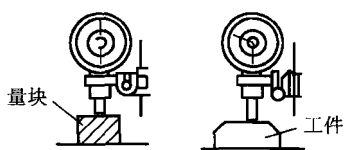

图 1-28 比较法测量工件尺寸
- 2) 将百分表测头置于样品上,转动百分表外圈,使长针与刻度零线重合,如图1-28所示。